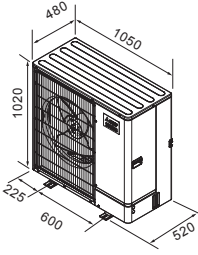

Fig. 2-1
2.2. Dış ölçüler (Dış ünite) (Fig. 2-1)